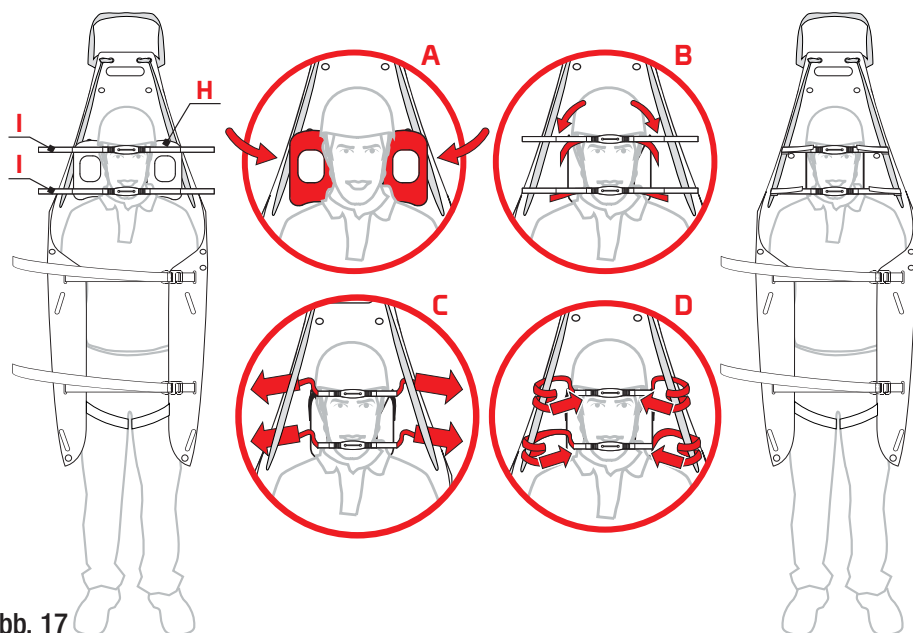

Abb. 17
a) die Kinnstütze (I) mit dem Klettband an der Kopfhalterung HRP (H) befestigen (Abb. 17),
b) das Klettband der Kinnstütze (I) um das Seil (M) oder um die Schlinge (E) wickeln und dann wieder auf sich selbst befestigen (Abb. 17).